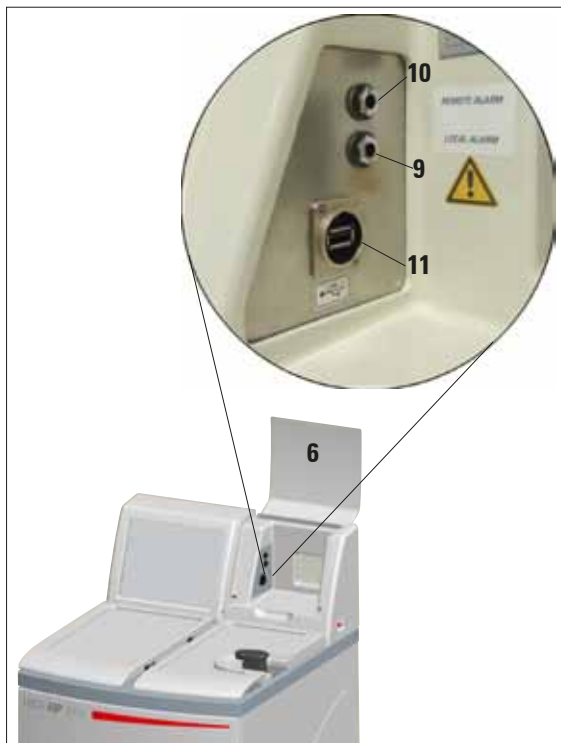

Fig. 8
Si es necesario, conectar el sistema de alarma local o a distancia con el conector Jack suministrado (34) (\varnothing 6,3 mm) en las clavijas previstas para ello (9, 10 en la Fig. 8).